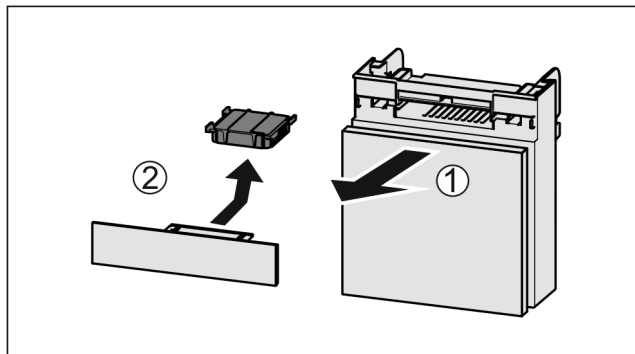

Fig. 137
- Trekk ut Fig. 137 (1) hyllen fremover.
- Ta ut Fig. 137 (2) aktivkullfilteret.